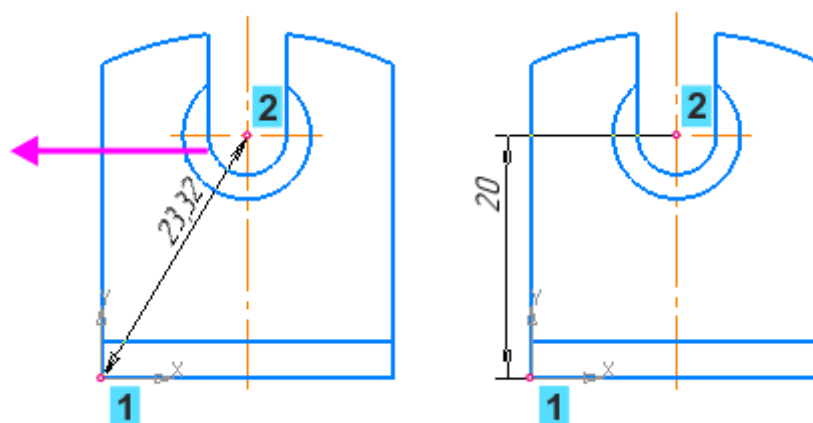

Рисунок 1
- Укажите мышью точки 1 и 2 при помощи привязки Ближайшая точка. «Перемещайте» курсор в горизонтальном направлении — фантом примет вид вертикального размера. (рисунок 1)